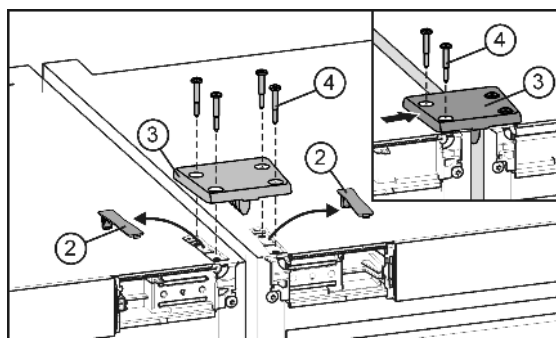

Fig. 5
- Выдвиньте из зацепления и снимите крышку Fig. 5 (2).
- Установите соединительную пластину Fig. 5 (3) и закрепите ее на одном устройстве с помощью двух винтов Fig. 5 (4).